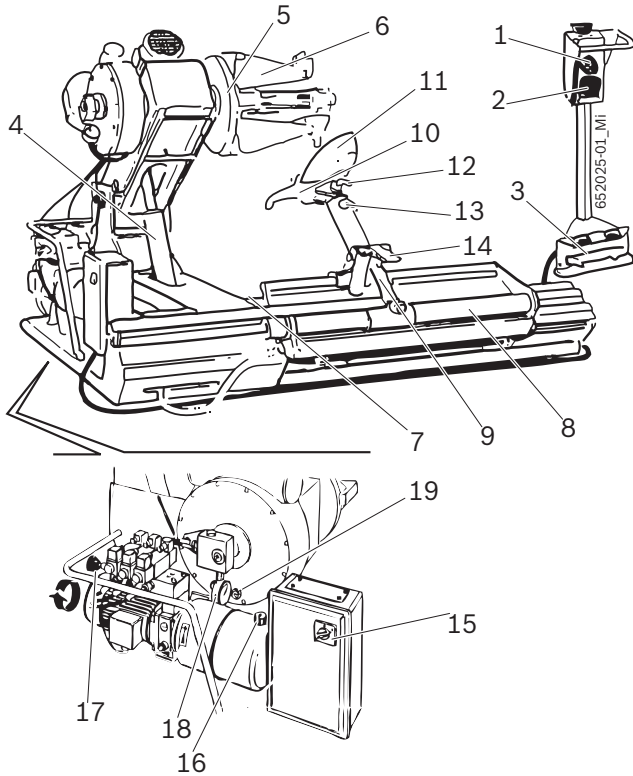

Fig. 1: TCE 5320
Tillslutningsfläsen fungerar genom en högtryck hydraulkrets, reglerbar från 20 till 130 bar genom rotering av lämplig knapp (Fig. 1, pos. 17) och genom att läsa värdet på manometern (Fig. 1, pos. 18). Det vanliga arbetstrycket är 130 bar. För svaga eller särskilt tunna hjulskenor är det nödvändigt att minska trycket.
För däck med en mindre diameter än 800 mm eller större än 1500 mm, rekommenderas att dra ut stickkontakten till monteringsverktyget (Fig. 1, pos. 12) och positionera den i andra hålet.